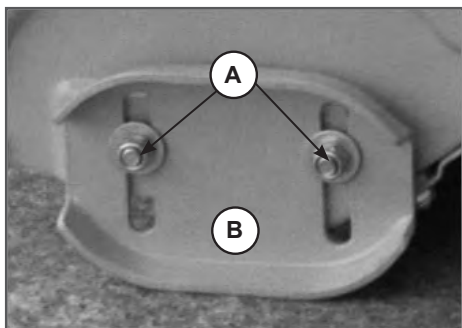

Рис. 27
2. Ослабьте гайки крепления ползков (А), Рис. 27) и установите ползков (В) на необходимую высоту. Снова затяните гайки.